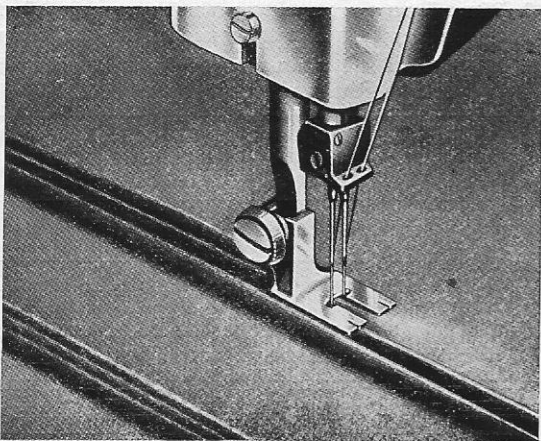

рис. 68
8. Швейная лапка для выпушек 2,5 мм. «65-402» и палец для выпушек «65-248/2» (рис. 68)
Применение и рабочий процесс как по пункту «г» (рис. 68).